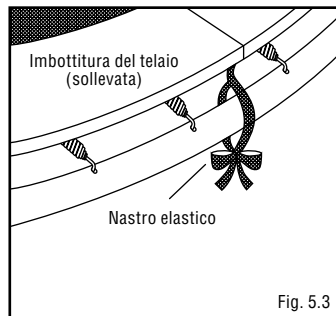

Fig. 5.3
c) Poi stringere i nastri elastici che non si trovano sopra una gamba d'appoggio, accertandosi che l'imbottitura copra il telaio. Allacciare entrambi le estremità dei nastri elastici (v. fig. 5.3)